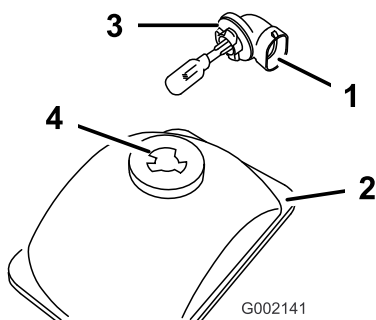

Figura 39
- 3. Desde debajo del salpicadero, gire el conjunto de la lámpara 1/4 de vuelta en el sentido contrario a las agujas del reloj (Figura 39).
8. Desde debajo del salpicadero, alinee las tres pestañas del conjunto de la lámpara con las ranuras del reflector (Figura 39).